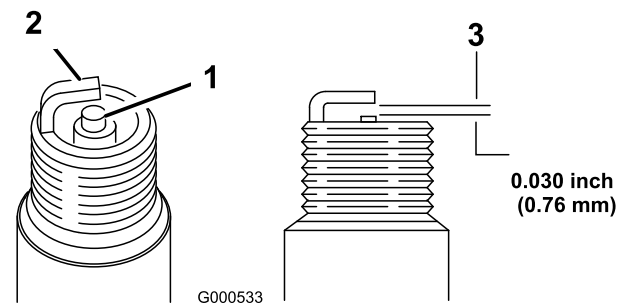

Figure 24
1. Examinez le centre de la bougie (Figure 24). Si le bec de l'isolateur est recouvert d'un léger dépôt gris ou brun, le moteur fonctionne correctement. S'il est couvert d'un dépôt noir, c'est généralement signe que le filtre à air est encrassé.
2. Contrôlez l'écartement entre l'électrode centrale et l'électrode latérale (Figure 24). Courbez l'électrode latérale si l'écartement est incorrect.